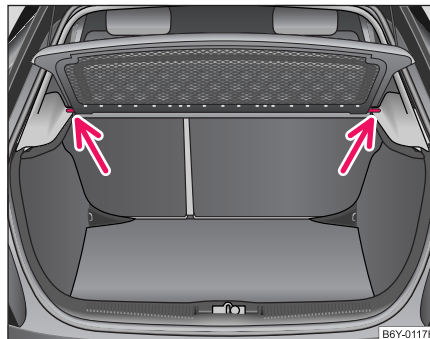

Fig. 55 Desmontaje de la cubierta del maletero
- Extraiga la cubierta hacia atrás de los soportes delanteros ⇒ fig. 55.